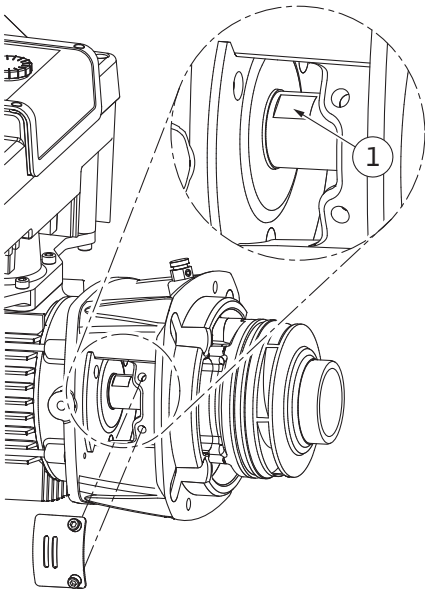

Fig. 105: Vietos veržliarakčiui ant veleno
14. Į karkaso langelį įkišti veržliaraktį (žiotimis 22 mm) ir veržliarakčio žiotimis prilaikyti veleną (Fig. 105, poz. 1). Išsukite darbo rato veržlę (Fig. I, poz. 22). Darbaratis (Fig. I, poz. 21) automatiškai nusiima nuo veleno.
3. Į karkaso langelį įkišti veržliaraktį (žiotimis 22 mm) ir veržliarakčio žiotimis prilaikyti veleną (Fig. 105, poz. 1).
10. Į karkaso langelį (Fig. IV, poz. 38) įkiškite veržliaraktį (SW32 mm) ir laikykite veleną už veržliarakčio plokštumų (Fig. 105, poz. 1). Sumontuokite darbaratį su poveržle (-ėmis) ir veržle. Priveržkite veržlę. Būtina vengti mechaninio sandariklio pažeidimų dėl persukimo.